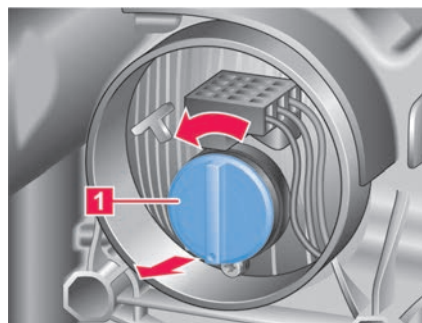

Abb. 162 Im Frontscheinwerfer: Lampenhalter für Fern- und Tagfahrlicht.
1. Lampenhalter bis zum Anschlag entgegen dem Uhrzeigersinn drehen und mit der Glühlampe nach hinten herausziehen → **Abb. 162 1**.